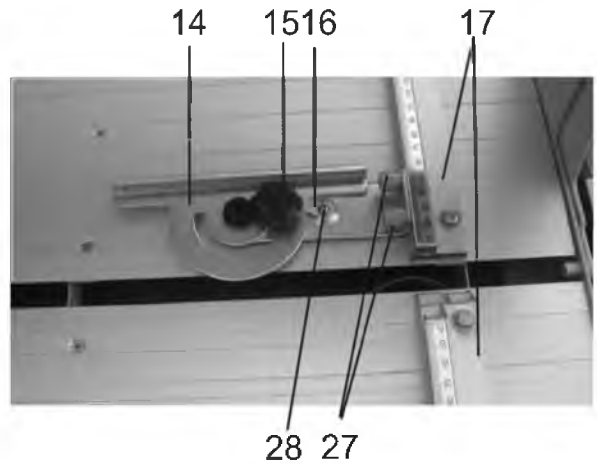

Рис. 7
9.2.4. Установите и закрепите регулируемый упор (14), как показано на Рис.7